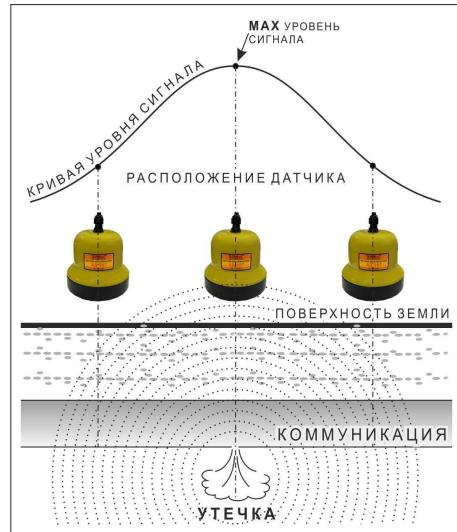

Рис.7
**4.3.1** Установить акустический датчик над предполагаемой трассой (рис.7). Включить режим «измерение» кнопкой **▶** поз.7 рис.5, после этого следует настроить приемник на специфический шум протекающей по трубопроводу воды для этого: